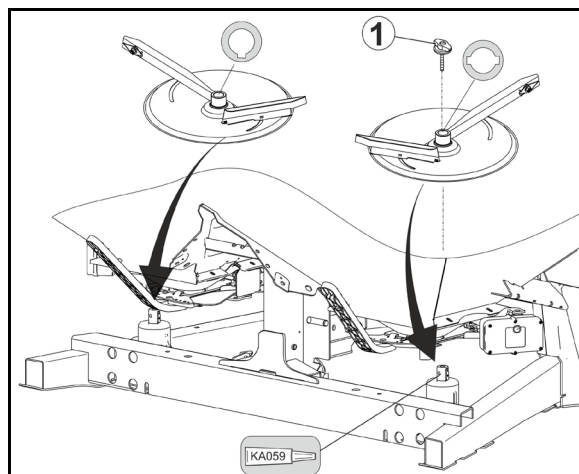

图 68
在收集量 [kg] 的刻度尺（图 68/2）上找到数值 17.5（A），对准彩色刻度尺（图 68/3）的位置 K。
8. 在撒播量刻度尺（图 68/1）上找到预期撒播量（400 kg/ha）（B）并读取预期的滑门位置 23（C）。